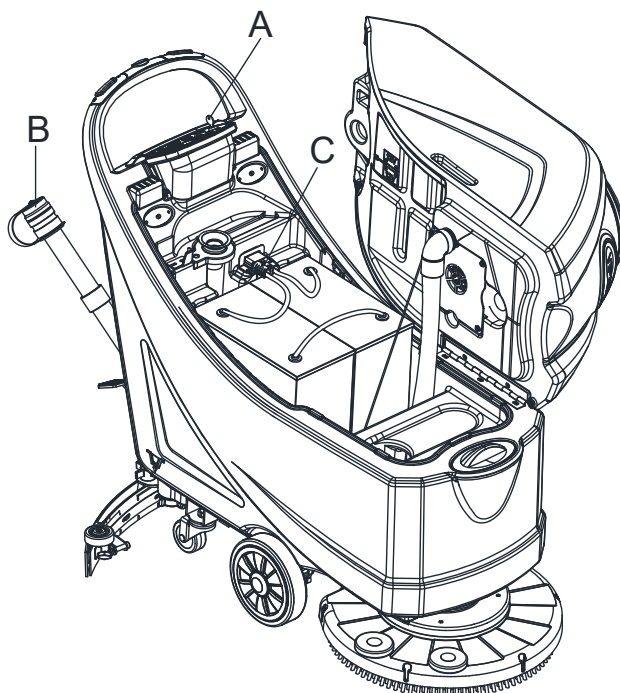

Figura 23
4. Pulire il coperchio del serbatoio di raccolta (A), il serbatoio di raccolta (B), il serbatoio dell'acqua pulita (C) e il telaio di supporto del filtro galleggiante (E). Svuotare il serbatoio di raccolta con il tubo di drenaggio (B, Figura 23).
2. Staccare il cavo di alimentazione (C, Figura 23) dall'alimentazione.